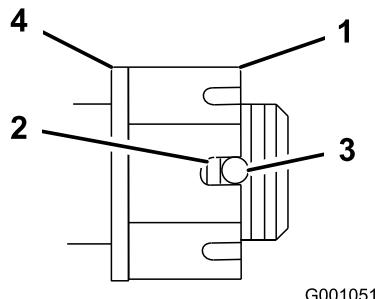

Figura 48
4. Apriete la tuerca almenada a 170 Nm (125 pies-libra)(Figura 48).
5. Compruebe la distancia desde el fondo de la ranura de la tuerca hasta el borde interior del taladro. Debe haber dos hilos o menos de la rosca visibles (Figura 48).
7. Apriete la tuerca almenada a 170 Nm (125 pies-libra) (Figura 48).
8. Apriete la tuerca hasta que el siguiente conjunto de ranuras esté alineado con el taladro del eje (Figura 48).